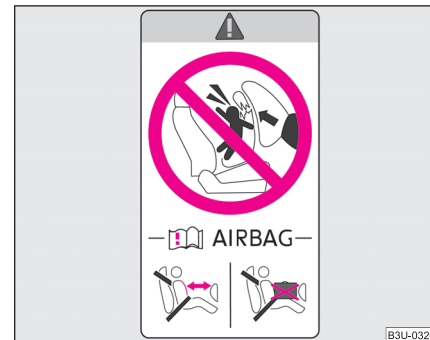

Fig. 123 Autocolant pe stâlpul central al ușilor, partea pasagerului din dreapta
- Asupra acestui aspect atenționează și autocolantul amplasat pe partea dreaptă, pe stâlpul central al ușilor ⇒ pagina 157, fig. 123. Eticheta poate fi observată după deschiderea ușii pasagerului din dreapta.